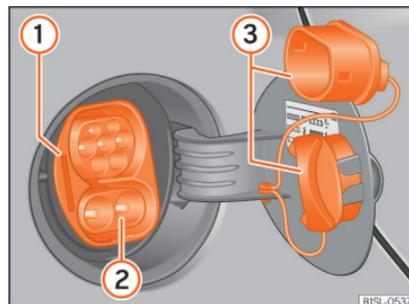

Abb. 152 Hinter der Batterieladeklappe: Ladedose (Prinzipdarstellung).
Legende zu » Abb. 152
- Drücken Sie bei entriegeltem Fahrzeug auf die Batterieladeklappe im Seitenteil, um diese zu öffnen »» **Abb. 152**.
- Nehmen Sie die beiden Schutzkappen von der Ladedose ab »» **Abb. 152** ③. Zum Lösen der unteren Schutzkappe muss zuerst die obere Kappe abgenommen werden.
- Stecken Sie den Ladestecker in die Ladedose »» **Abb. 152** ②.
Während des Ladevorgangs blinkt die Ladevorgangsanzeige »» **Abb. 152** ① grün. Im Kombi-Instrument blinkt die Kontrollleuchte  gelb. Ladestecker nicht abziehen.
- Stecken Sie die Schutzkappen an der Ladedose auf »» **Abb. 152** ③.